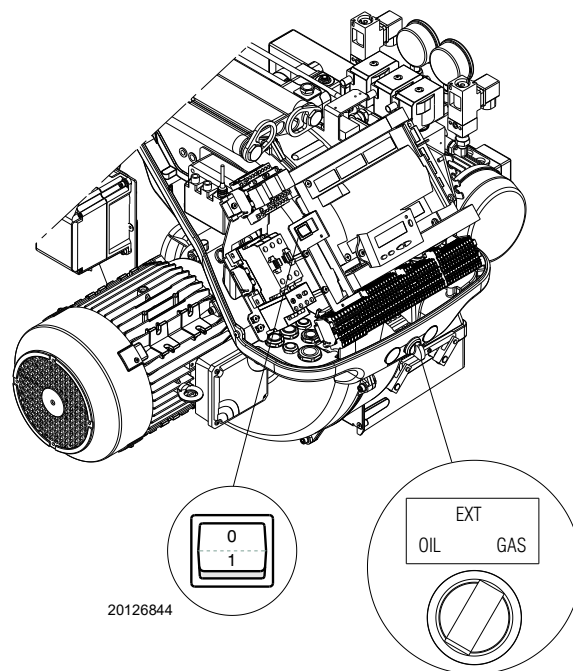

Fig. 36
- 1 avec le sélecteur «**OIL-EXT-GAS**» (Fig. 36);